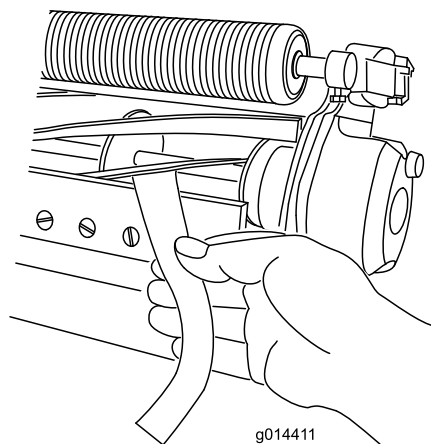

図 10
B. 刃合わせチェックペーパー Toro P/N 125-5610を、リールとベッドナイフとの間に置いてベッドナイフに対して直角にセットし 図 10、リールを **ゆっくり**と前転させる紙が切れれば適切。切れなければステップ A と B を繰り返す。
11. 刃合わせチェックペーパーToro P/N 125-5610を、リールとベッドナイフとの間に入れてベッドナイフに対して直角にセットし **図 10**、リールを **ゆっくり** と前転させる紙が切れれば適切。左右のベッドバー調整ねじをそれぞれ1クリックだけ締め、もういちど紙を切るテストを行う。紙が切れるまでこれを繰り返す。